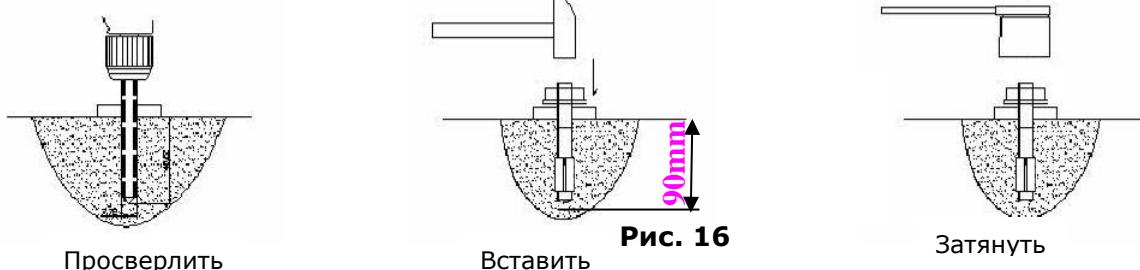

Рис. 15
- Подготовьте анкера (**См рис. 15**).